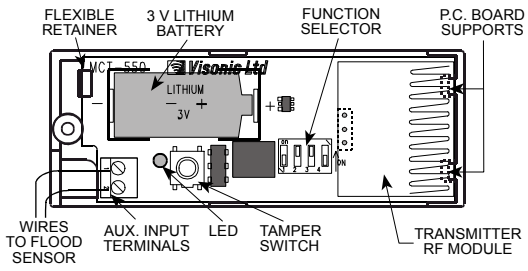

图7. 电路板
- I. 将连接水浸传感头的两芯线介入电路板上的辅助输入端子, 如图 7 所示 (两线没有极性).